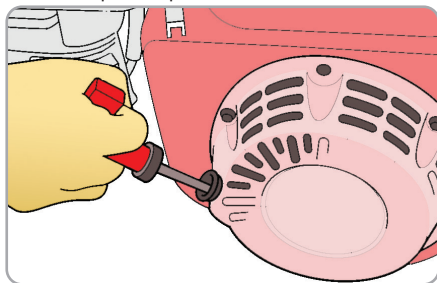

Fig.11
- Trageți ușor de manerul demarorului până simțiți o rezistență apoi trageți rapid (fig.11).